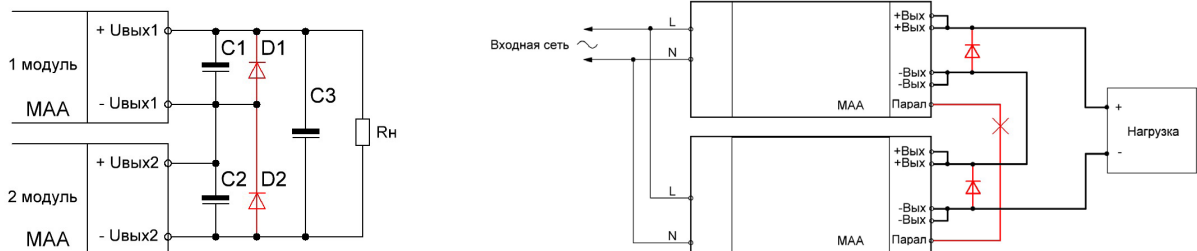

Рис.5.3. Пример получения высоких напряжений суммированием напряжений каналов.
- Для защиты от приложения напряжения обратной полярности к выходам преобразователей при одновременном пуске либо выходе из строя необходимо использовать обратно включенные защитные диоды (VD1 и VD2 на рис.5.3). Обратное напряжение диодов должно быть на 30% больше суммарного напряжения каналов, а ток соответствовать выходному току модулей.